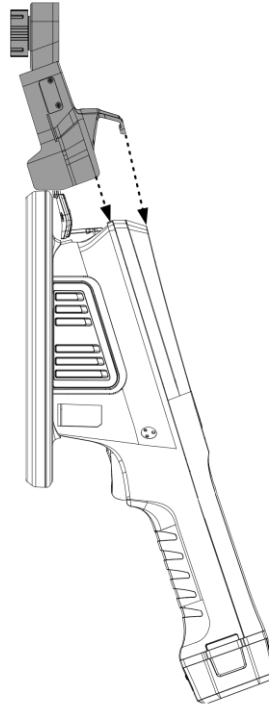

Figure 2-3 Alignement du support et de l'imageur thermique
2. Veuillez aligner le support et l'imageur thermique selon le sens de la flèche (voir *Figure 2-3*), en rendant le bord du support parallèle au cadre de la caméra.